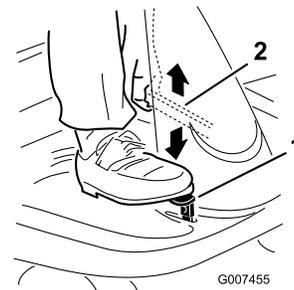

Bild 4
1. Treten Sie das Bremspedal durch und halten Sie es gedrückt (Bild 4).
2. Ziehen Sie den Feststellbremshebel (Bild 4) hoch und nehmen den Fuß nach und nach vom Bremspedal.
1. Drücken Sie das Bremspedal (Bild 4) durch und halten Sie es gedrückt.
2. Drücken Sie den Hebel der Feststellbremse (Bild 4) nach unten und lassen Sie das Bremspedal langsam los.